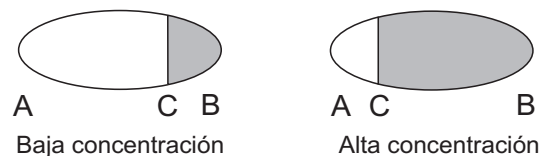

Figura 1.3 Imágenes ópticas
El índice de refracción n_D cambia con la concentración y temperatura de la solución de proceso. Cuando cambia la concentración, el índice de refracción normalmente se incrementa al aumentar la concentración. A mayor temperatura el índice de refracción es menor que a temperaturas más bajas. De esto se desprende que la imagen óptica cambia con la concentración de la solución de proceso tal como se muestra en Figura 1.3. El color de la solución, burbujas de gas o partículas sin disolver no afectan la posición del borde de sombra (C).